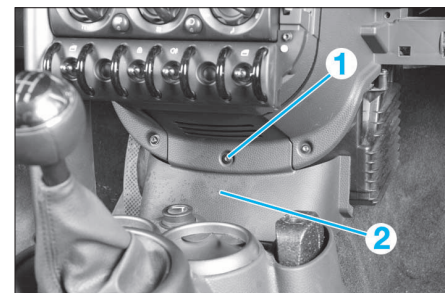

FIG. 8
- la vis (1) (Fig.8) puis le cache inférieur (2).